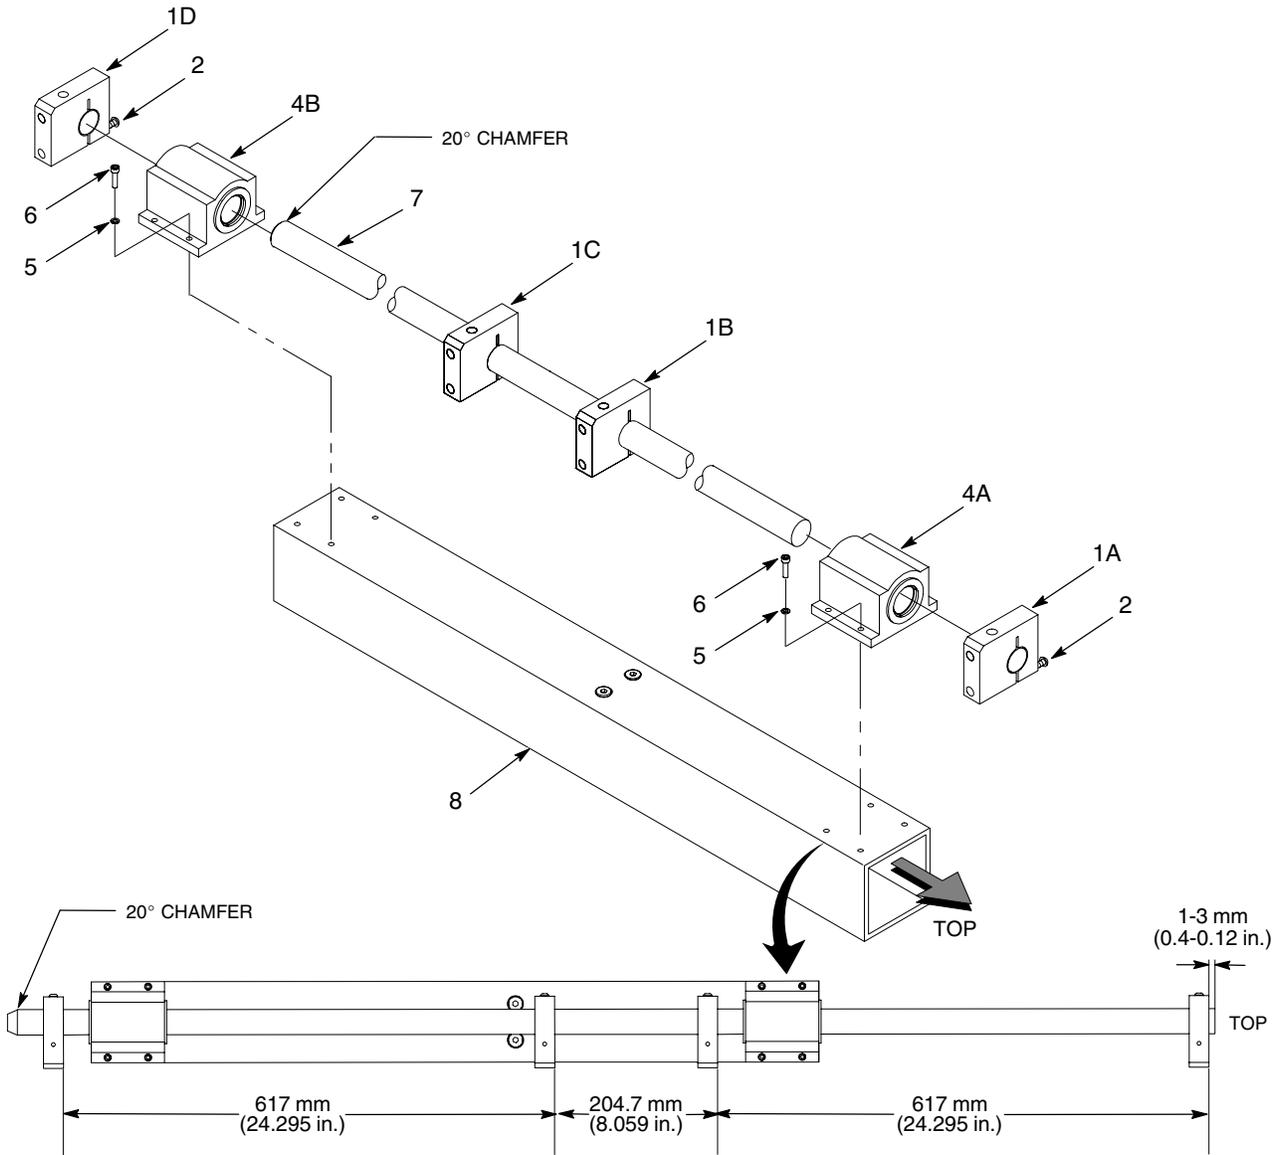

Рис. 17 Замена подшипников
1. См. рис. 17. Ослабить винты (2) крепления двух торцевых опор вала (1А, 1D). Снять две торцевые опоры вала.
2. Вывернуть винты (6) и снять стопорные шайбы (5) крепления подшипников (4А, 4В) на монтажной трубке подшипников (8). Снять подшипники с вала (7).
3. Снять последние две опоры (1В, 1С) с вала (7).
4. Смонтировать новые подшипники (4А, 4В) на новой монтажной трубке подшипников (8) с помощью стопорных шайб (5) и винтов (6). Пока не затягивать винты.
- a. Вставить торец вала (7) с 20° фаской в верхний подшипник (4А).
- b. С торца вала (7) с 20° фаской надвинуть на вал (7) две опоры (1В, 1С).
- c. Вставить вал в нижний подшипник (4В). Затянуть винты (6) подшипников моментом 6 Н•м (4,4 ft-lb).